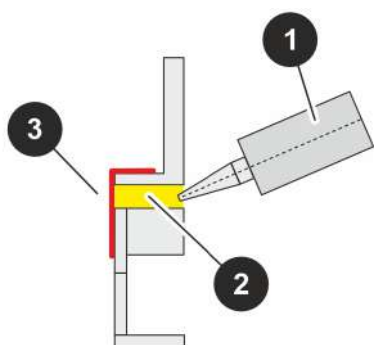

Fig. 26: Sección Fig. 24/4 Sellado del cubo recuperador
7. Cubra la parte posterior del hueco debajo de la derivación del recuperador (Fig. 26/2) con cinta adhesiva (Fig. 26/3).
8. Selle el hueco debajo de la derivación del recuperador (Fig. 26/2) con Sikaflex 221 (Fig. 26/1). Aplique Sikaflex generosamente, presione con firmeza en los huecos con una espátula para que el aire se escape. A continuación, retire con una espátula. Retire el Sikaflex sobrante.
9. Retire la cinta adhesiva (Fig. 26/3) en la parte posterior del hueco. Espere a que Sikaflex se seque durante 24 horas antes de poner en marcha la instalación.